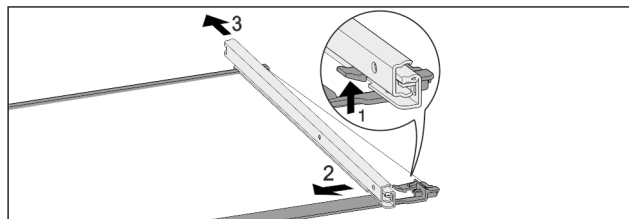

Fig. 139 Стеклянная пластина с направляющими
- ▶ Отожмите передний стопорный крючок вверх. Fig. 139 (1)
- ▶ Сдвиньте выдвижную направляющую в сторону Fig. 139 (2) и назад Fig. 139 (3).